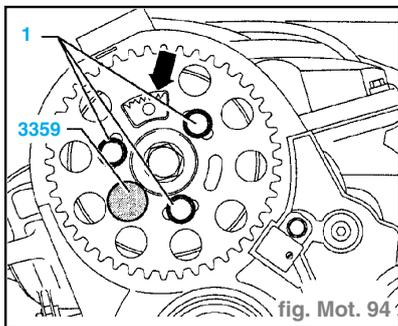

fig. Mot. 94
- Pousser le pignon d'arbre à cames sur le moyeu (fig. Mot. 94).